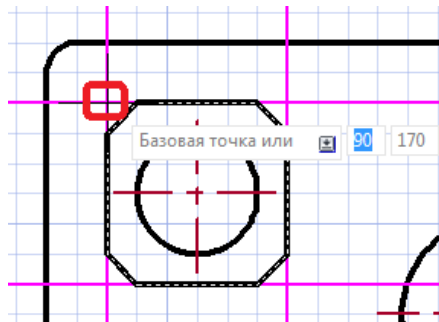

Рисунок 6.31
- Указать базовую точку – *КЛК* на пересечении линий разметки (рис. 6.31). Возможны и другие Базовые точки, например центр отверстия.